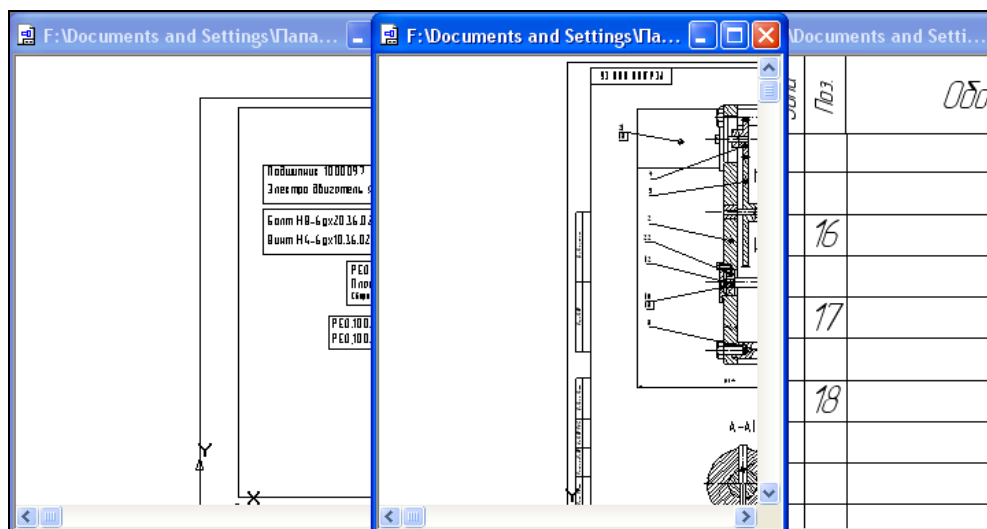

Рис. 14.30. Расположение документов на экране способом **Мозаика вертикально**
- ◆ **Мозаика вертикально** — при выборе данной команды система размещает все окна вертикально (рис. 14.30). С точки зрения автора, это оптимальный вариант расположения окон. В этом случае вы с помощью полос прокрутки устанавливаете изображение деталей или части детали в центре окон. Из активного документа помещаете нужную часть в буфер обмена, активизируете нужное окно или переносите его, например, на новый лист чертежа;